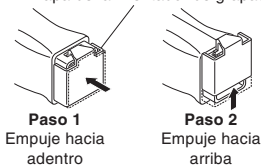

Figura 1 - Retiro del conjunto alimentador de grapas
1. Empuje hacia delante el conjunto alimentador de grapas y corra hacia arriba la tapa del alimentador de grapas (vea la Figura 1).